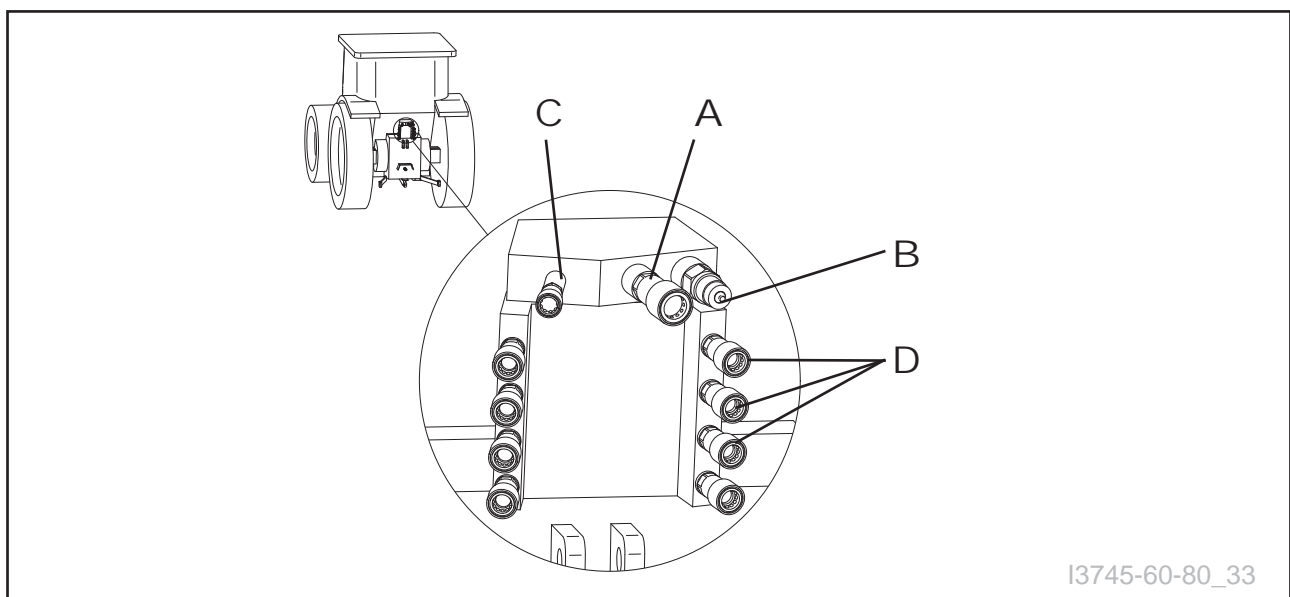

Fig. 37
- Au lieu de la prise 4 ajustez un adaptateur avec le tuyau en même position et reliez le tuyau au système de charge débit variable du tracteur. (**Fig. 37/C**)